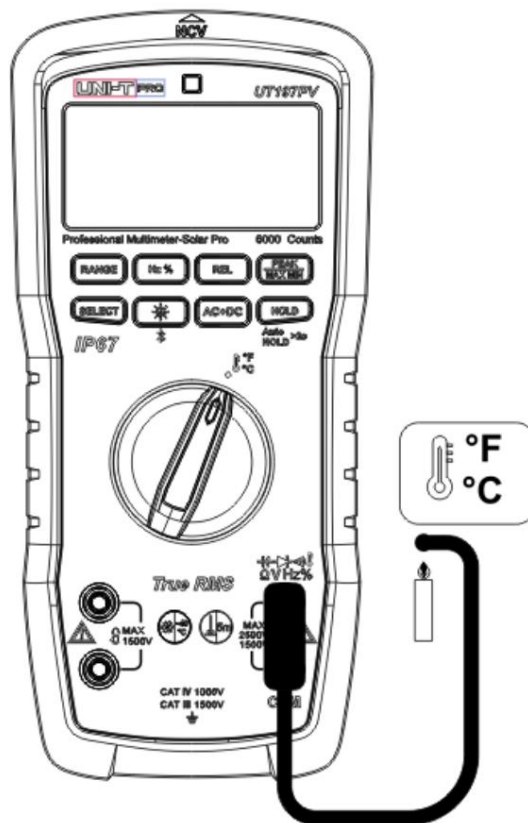

Figura 15
12. Măsurarea temperaturii (Figura 15)